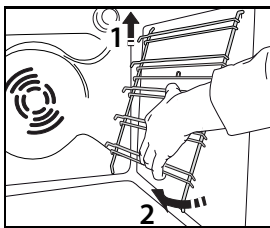

Fig.5
2. Rimuovere le griglie sollevandole (1) e ruotandole (2) come mostrato in Fig.5.